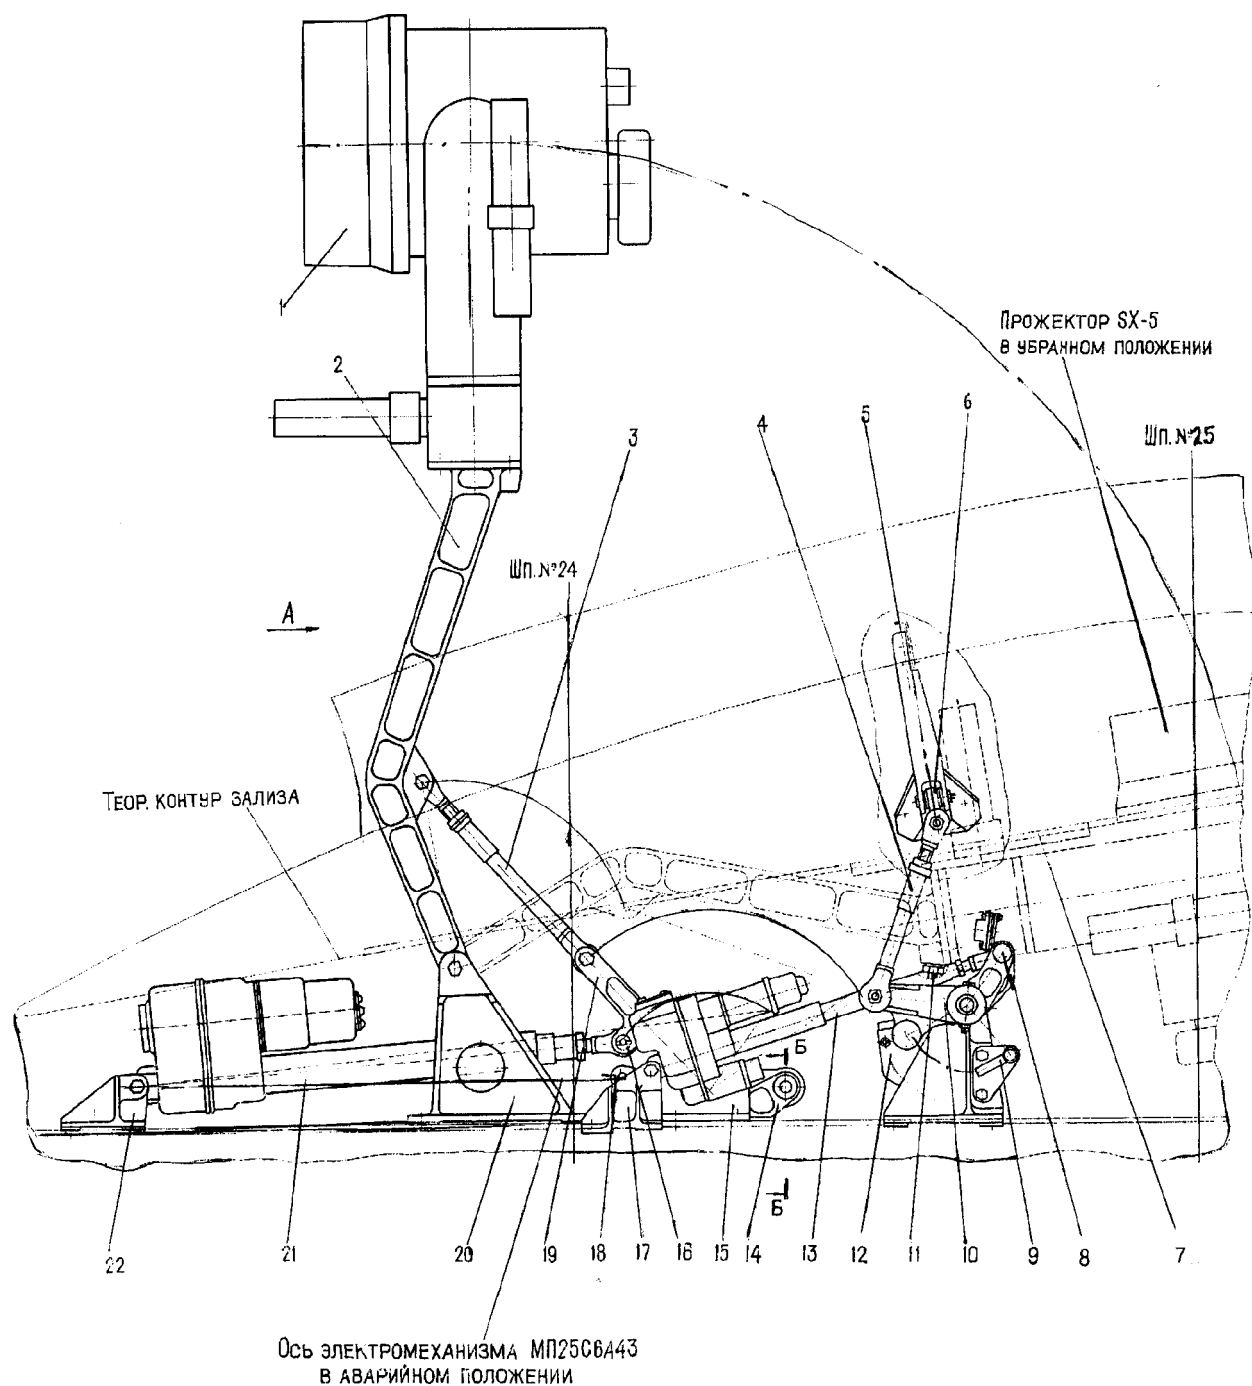

Рис. 4.1 Управление выпуском-уборкой поискового прожектора SX-5
5 Не убирается поисковый прожектор и не закрываются створки ниши прожектора, горит табло ВЫПУЩЕН у надписи ПРОЖЕКТОР ПОИСК, а на экране КСЭИС выдается информация ПРОЖЕКТОР УБЕРИ и одновременно на козырьке приборной доски пилотов горят ЦСО НЕ ГОТОВ	Через прибор наблюдения ТС-27АМШ убедиться, что прожектор SX-5 не убран, а створки ниши открыты. Для обеспечения взлета самолета произвести аварийную (ручную) уборку прожектора и закрытие створок ниши в следующей последовательности Рис. 4.1: — установить фиксатор (14) в аварийное положение. Удерживая стойку (2) в выпущенном положении, отсоединить ухо электромеханизма (21) от качалки (19), вынув стопорную шпильку (16) и зафиксировать его отсоединенное ухо в вилке (18); — удерживая стойку (2) в выпущенном положении вывести качалку (19) и тягу (3) из кинематического замка в сторону уборки прожектора, повернуть стойку (2) с прожектором (1) в убранное положение до входа штока фиксатора (14) в отверстие качалки (19); — установить фиксатор (12) в аварийное положение аналогично фиксатору (14). Удерживая створки (23) в открытом положении, отсоединить ухо электромеханизма (13) от двуплечей качалки (10), вынув стопорную шпильку (8), и зафиксировать его отсоединенное ухо в вилке (27). Закрыть створки до полного совпадения их с теоритическим обводом обтекателя переднего зализа крыла, через люк аварийного обслуживания (7), убедиться в том, что шток фиксатора (12) вошел в отверстие кронштейна (9). При необходимости повернуть качалку до совмещения штока фиксатора (12) с отверстием кронштейна (9); — закрыть люк аварийного обслуживания (7).
Перечень элементов к *Рис. 4.1, 4.2*: